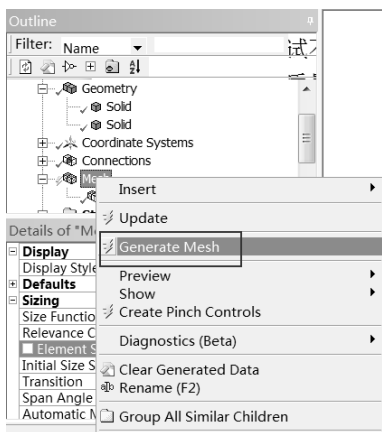
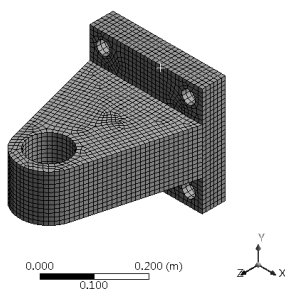
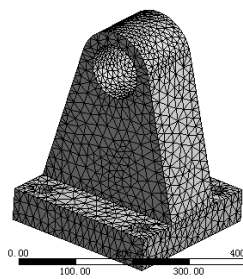

图 5-139 网格划分
图 5-140 扫掠法网格图
图 5-141 普通网格
Step8：在 Outline 栏中的 Mesh 选项上右击，从弹出的快捷菜单中选择 Generate Mesh 命令，划分网格，如图 5-139 所示。划分后网格如图 5-140 所示。有兴趣的读者可以尝试不使用扫掠方式划分网格，划分后效果如图 5-141 所示，读者可以对比这两个网格的